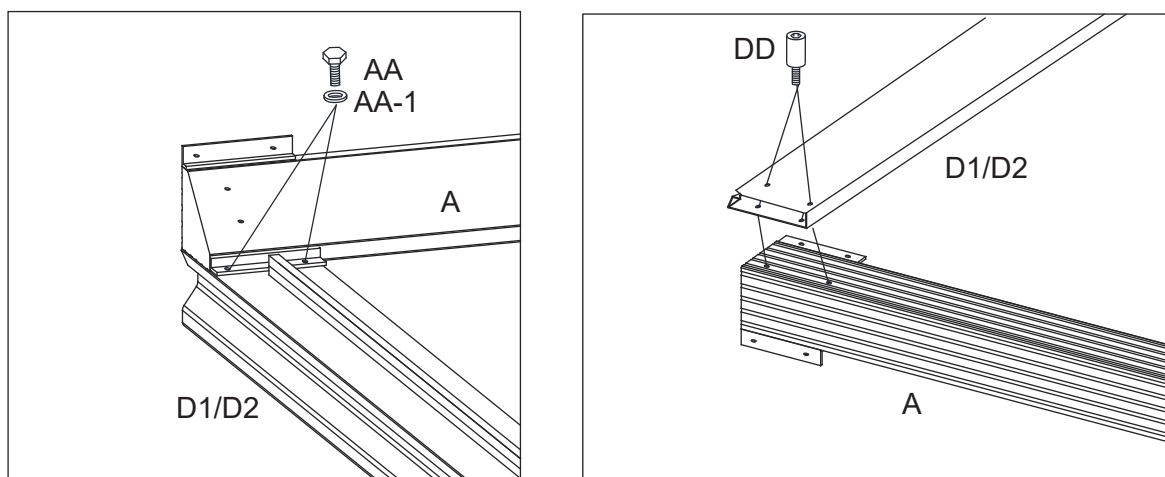

Figure 4-1
Figure 4.1 : Fixer les traverses (D1/D2/D3) à l'extrémité du poteau d'angle (A) d'abord avec les boulons (AA) et la rondelle d'acier (AA-1) puis avec les boulons (DD). Serrer les boulons. Répétez l'opération pour les traverses du côté opposé (D1/D2). Voir la figure 4.1.